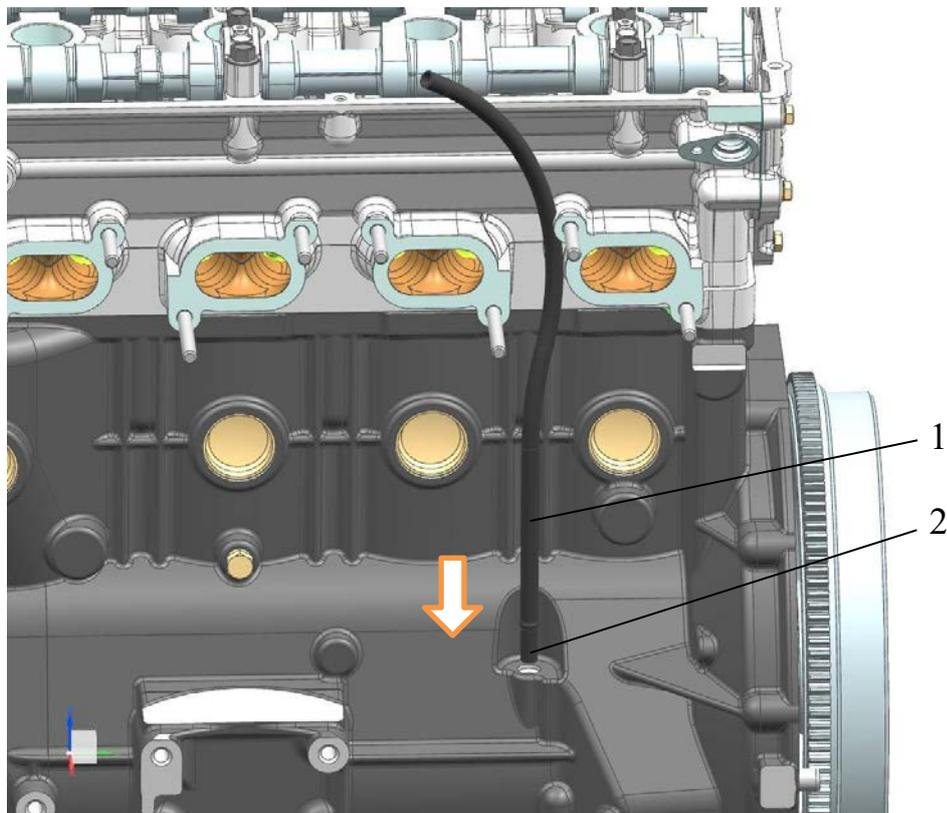

Рис.165. Установка трубки указателя уровня масла:
**19.** При необходимости установки трубки указателя уровня масла нанести на поверхность нижнего конца трубки указателя уровня масла 1 (рис.165) анаэробный герметик «Loctite-638» или «Euroloc 6638» либо аналогичный. Запрессовать трубку указателя уровня масла в отверстие блока цилиндров 2 до упора.